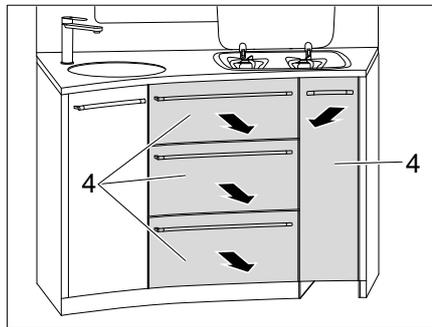

Bild 122 Küchenschubläden herausnehmen
- Küchenschubläden (Bild 122,4) herausnehmen.